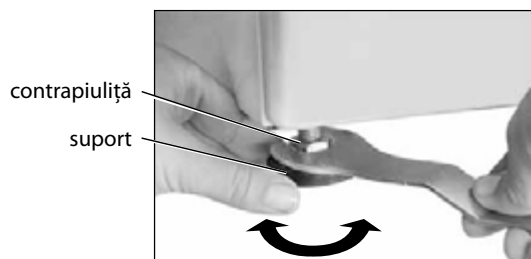

Figura 5
**3.2.2** Așezați mașina după nivel strict orizontal, deșurubând sau răsucind, în primul rând, suporturile reglabile din față, în conformitate cu Figura 5: slăbiți cu cheia pentru piulițe contrapiulițele de pe suporturi, reglați înălțimea suporturilor, strângeți contrapiulițele. Instalarea incorectă a mașinii după nivel sau strângerea insuficientă a